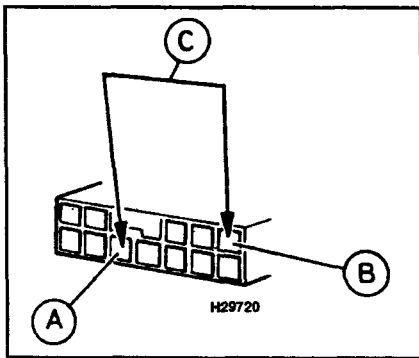

Рис. 14.4. Hyundai MPI: Закоротите перемычкой гнезда А и В диагностического разъема
- 14 Закоротите перемычкой гнезда А и В диагностического разъема (см. рис. 14.4).